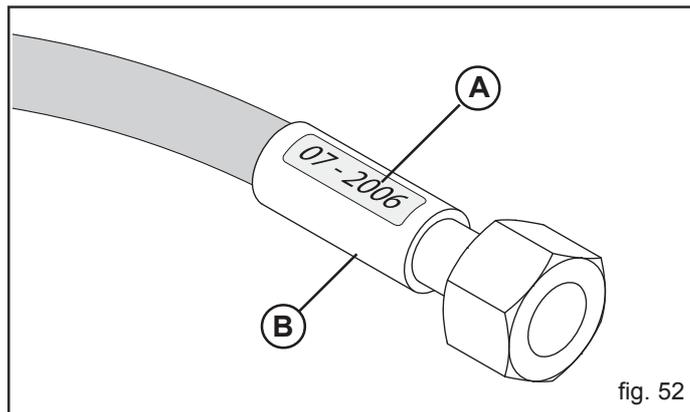

fig. 52
- Lecks in der Nähe der Einlagen (B, Abb. 52);
- Korrosion der Einlagen (B, Abb. 52);
- mehr als 5 Jahre seit dem Produktionsdatum vergangen sind (A, Abb. 52).